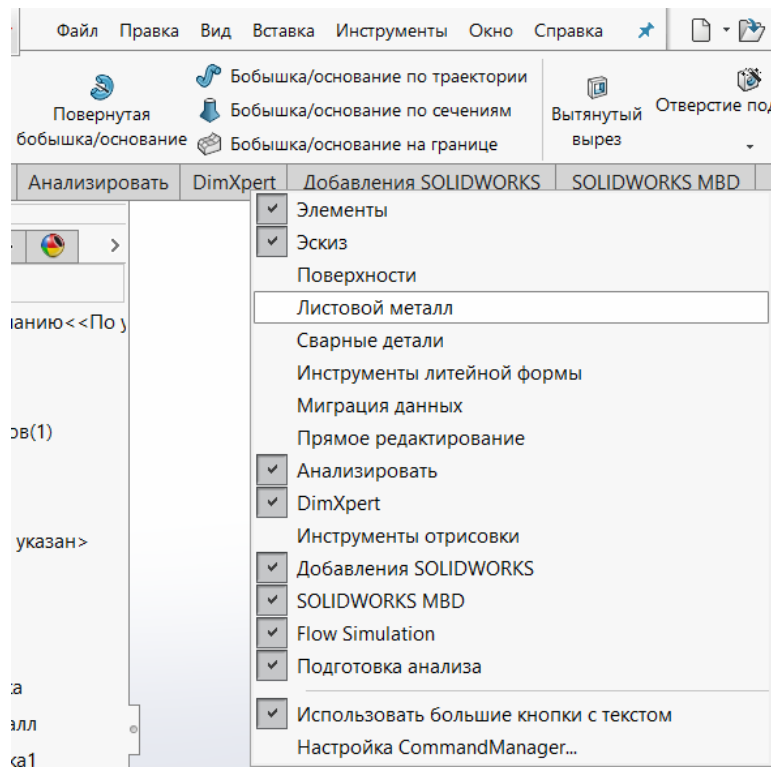

Рисунок 1 – добавление вкладки «Листовой металл»
2. Нажать правой кнопкой на панели инструментов, выбрать «Листовой металл». Теперь на панели появилась соответствующая вкладка (рис. 1).